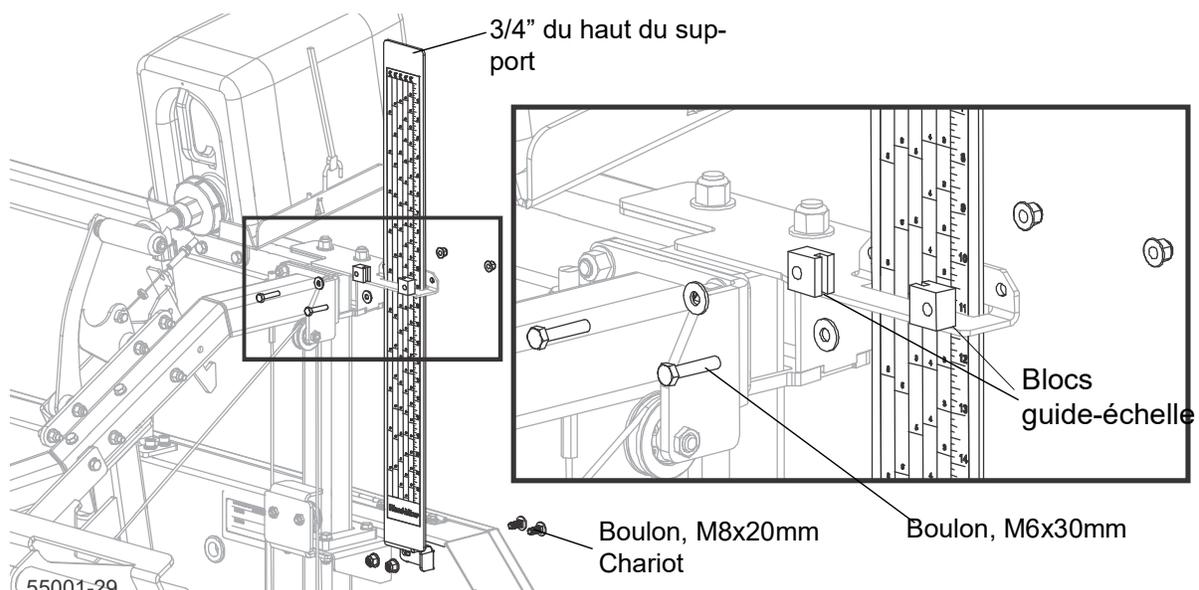

FIG. 3-34
3. Utilisez des boulons M8x20mm pour fixer l'échelle de hauteur de lame au carter de la tête de coupe. Voir Figure 3-34.